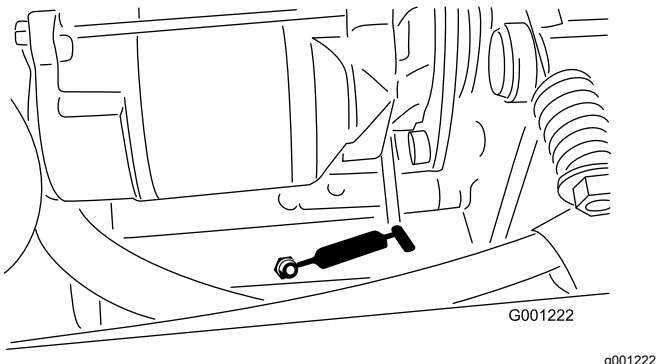

Figura 37
- Articulação da tomada de força (Figura 37)
- Rolamento traseiro da tomada de força (Figura 37)